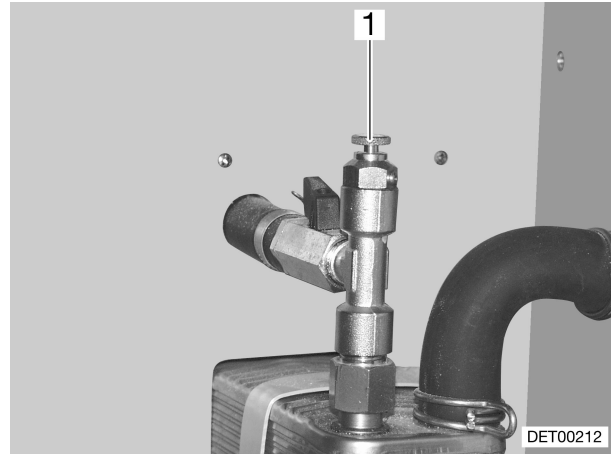

Bild 146 Entlüftungsventil Warmwasser-Heizung
- Das Entlüftungsventil (Bild 146,1) öffnen und geöffnet lassen, bis keine Luft mehr austritt.